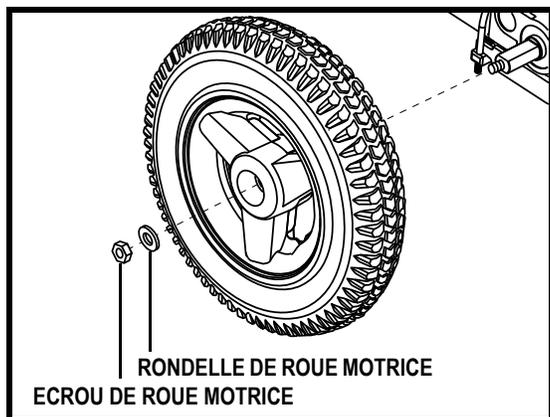

Figure 24. Enlèvement de la roue motrice
4. Retirez l'écrou et la rondelle de roue motrice sur l'essieu. **Voir la figure 24.**